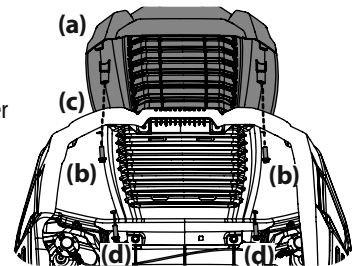

Figure 9
2. Pour fixer le couvercle (a), placez les boulons par le dessous, serrez à la main les boulons (b) sur la partie arrière du capot avant de bien les serrer. Voir Figure 9.
3. Puis, alignez les trous du couvercle (a) avec ceux du capot (c) et vissez les deux boulons (d). Voir Figure 9.
- Fixez le déflecteur d'éjection avec l'écrou autobloquant à bride et le boulon hexagonal retirés à l'étape 2. Serrez à un couple de 11,5 à 14 N m (102-124 po-lb). Voir Figure 9. Passez à la sous-section Réglage des roues de jauge du plateau.